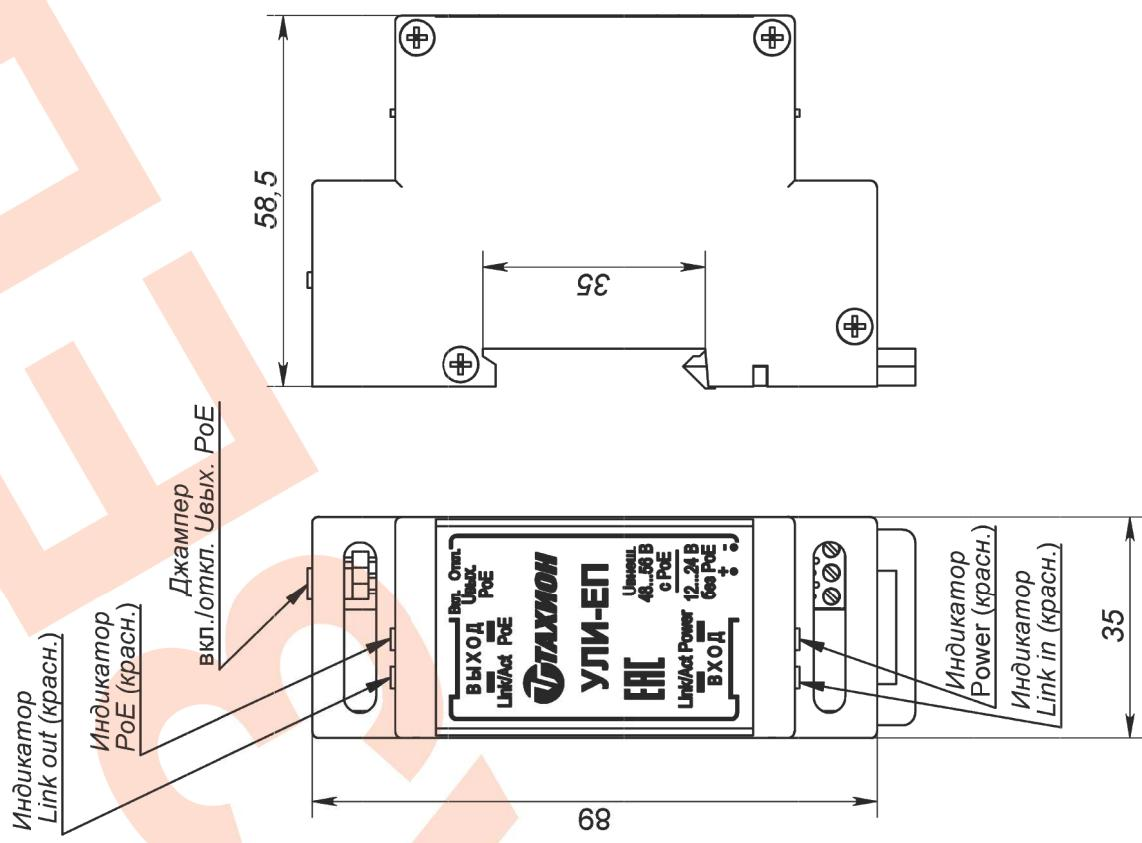

Рис.1 Структурная схема УЛИ-ЕП.
- Структурная схема УЛИ-ЕП приведена на рис. 1.